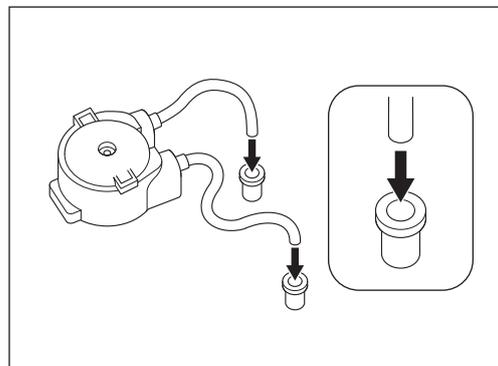

Fig. 54
- 6) Instale os anéis conectores nos tubos de irrigação da nova bomba de irrigação (opção). Certifique-se de que o anel está bem orientado (Fig. 54).